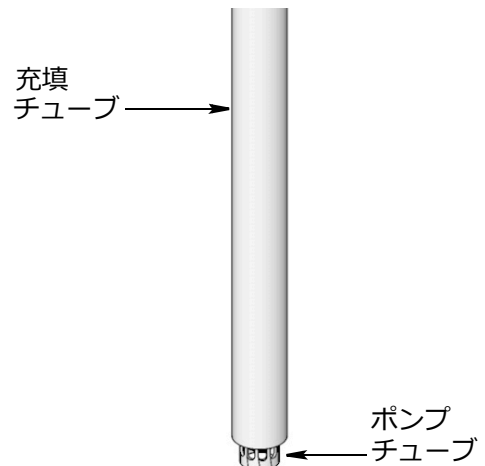

図 11
**注:** ポンプダウンチューブには 2 つのパーツがあります (図 11):